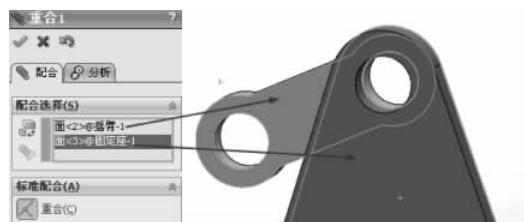

图 3-213 重合配合
(2) 继续进行配合约束，选择【标准配合】选项组下的【重合】配合类型 ，在【要配合的实体】选择框 中选择如图 3-213 所示的面，其他保持默认，单击【确定】按钮 ，完成重合配合。